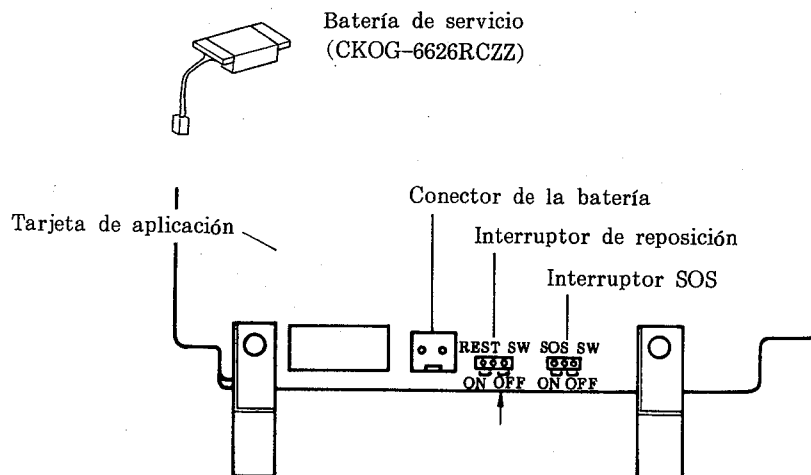

Figura 3
- (3) Extraiga la tarjeta de aplicación del cuerpo. (La tarjeta de memoria adicional está montada en el lado inferior de la tarjeta de aplicación.)
- a) Conecte una batería de servicio (CKOG-6626RCZZ) al conector de la batería en la tarjeta de aplicación. (Vea la figura 3.)
- b) Establezca el interruptor de reposición en la posición ON. (Vea la figura 3 de arriba.)